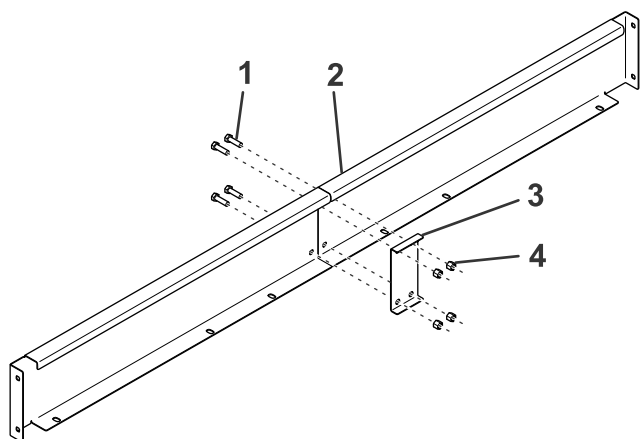

图 1
2. 用 4 个螺栓、1 个隔板和 4 个螺母将 2 个延长侧板固定到一起 **图 1**。